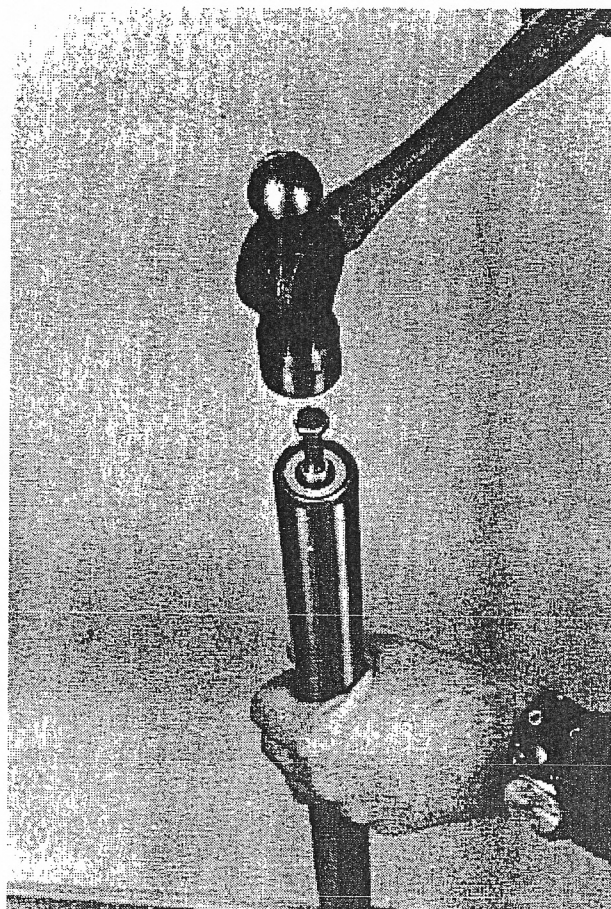

FIG. 170
10. Coloca el conjunto válvula de nuevo en la parte baja de la barra pero no pongas el clip de seguridad. Mantén la barra boca abajo y martillea la cabeza del tornillo hasta que el eje de la válvula salga de la base de aluminio (Fig 170)